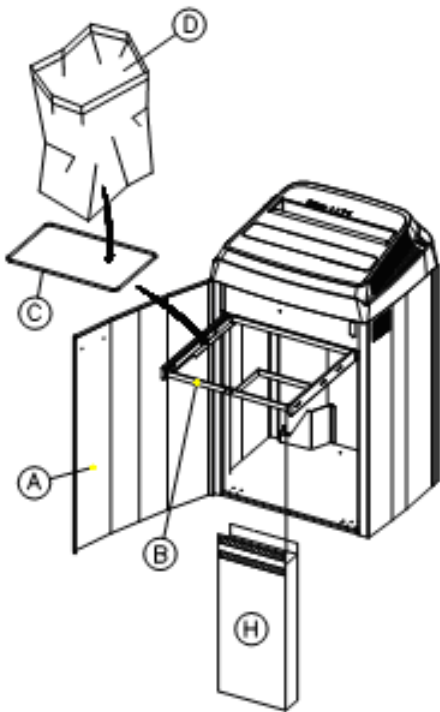

Fig. 1
#### INSTALLAZIONE FIG.1,2,3
La macchina è dotata di un contenitore specifico (H) fig.1 per il materiale distrutto, che raccoglie i frammenti di CD/ DVD, FLOPPY DISK e CARTE DI CREDITO, separandoli per facilitare lo smaltimento differenziato dei materiali.